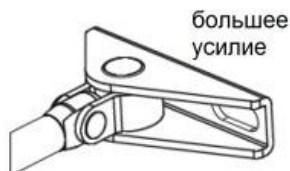

Рисунок 5 – Регулирование усилия закрытия путем ориентации башмака
- Изменение классов по силе закрывания (EN4-EN5) реализуется ориентацией несимметричного башмака согласно выбранного усилия (см. рисунок 5).